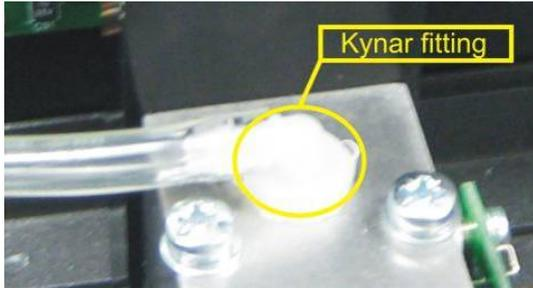

Figure 62 – Retrait du raccord en Kynar contenant l’orifice
3. Retirer le tuyau et dévisser le raccord en Kynar du bloc situé à l’extrémité lampe du **banc optique** (Voir Figure 62).